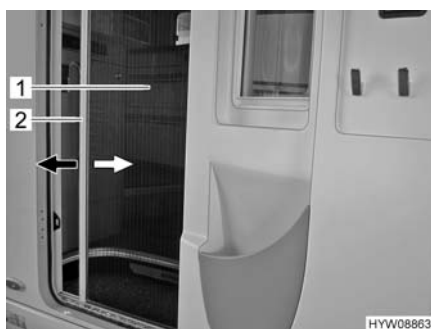

Fig. 32 Protezione contro gli insetti (porta di ingresso)
- Afferrare la barra di presa (Fig. 32,2) con entrambe le mani ed estrarre con movimento uniforme la protezione contro gli insetti (Fig. 32,1) dall'alloggiamento della porta.
- Afferrare la barra di presa (Fig. 32,2) con entrambe le mani e spingere la protezione contro gli insetti (Fig. 32,1) nell'alloggiamento della porta esercitando una leggera pressione.